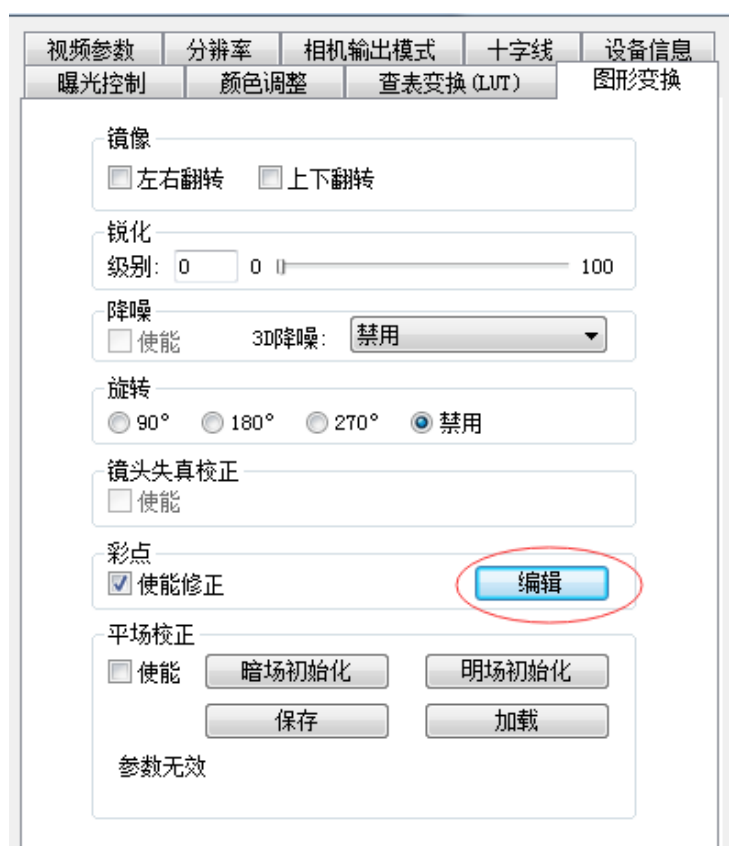

图 1
4. 打开相机设置页，切换到图形变换页面，点击图示按钮打开坏点编辑器，如图 1 所示：